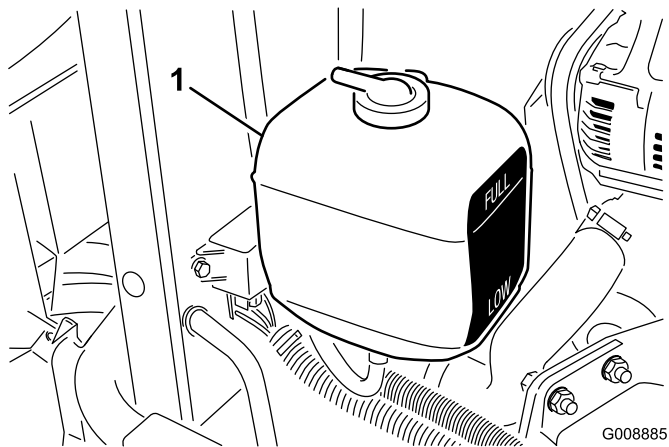

Figura 28
1. Compruebe el nivel de refrigerante del depósito de expansión (Figura 28). Con el motor frío, el nivel del refrigerante debe estar aproximadamente en el punto medio entre las marcas del lateral del depósito.